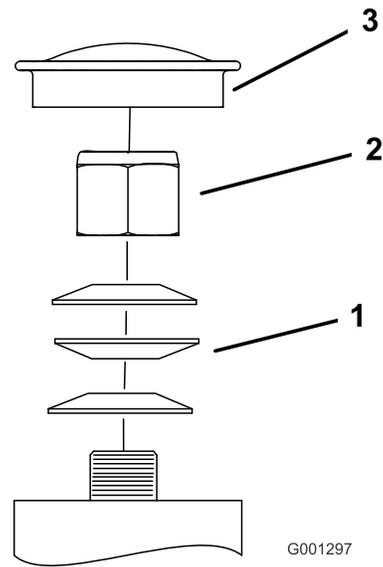

Figura 62
3. Retire el tapón anti-polvo de la rueda giratoria y apriete la contratuerca (Figura 62).
4. Apriete la contratuerca hasta que las arandelas de muelle estén planas, luego afloje 1/4 de vuelta para establecer la pre-carga correcta de los cojinetes ().Figura 62
Importante: Asegúrese de que las arandelas de muelle están correctamente instaladas, según se muestra en Figura 62.
5. Coloque el tapón anti-polvo (Figura 62).